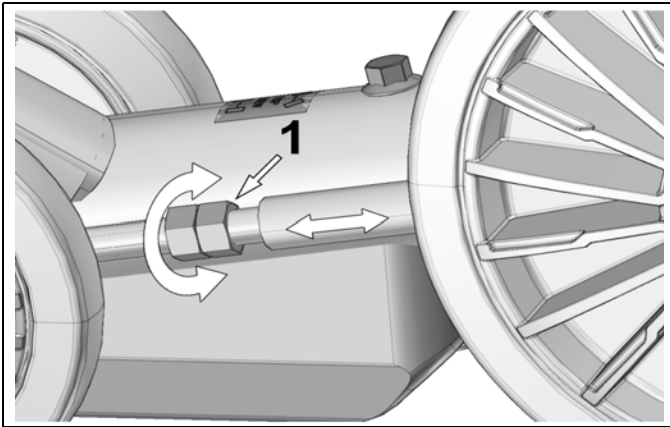

Abbildung 23
Gegenmutter lösen und Einstellmutter (1) zur Einstellung der Kettenspannung drehen. Siehe Abbildung 23.